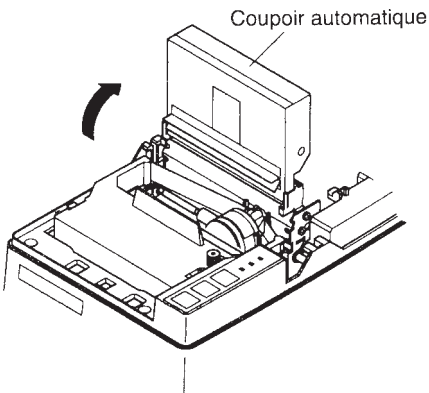

Fig. 2-9 Relèvement du coupoir automatique (SP342)
- ⑥ Relevez le coupoir automatique et placez-le à la verticale, comme illustré à la figure 2-9.